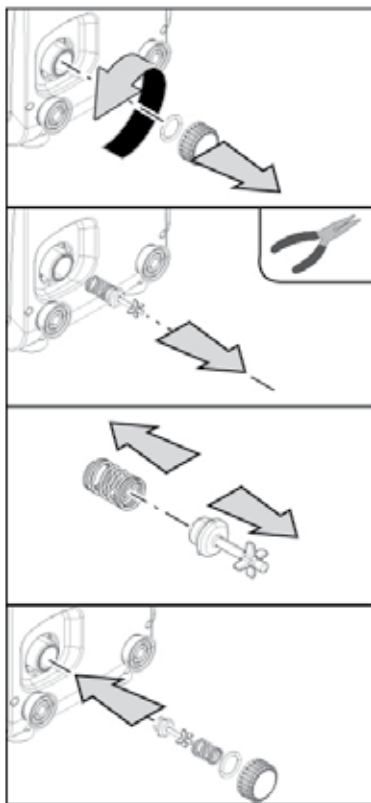

Figure 18
3. retirer malgré tout le bouchon de vidange sur le pan E, en veillant à ne pas faire tomber le joint torique (Fig.18);